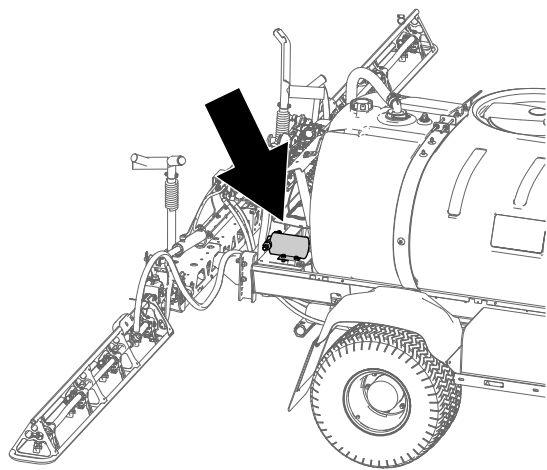

**Figura 24**
1. Aplique sellador de PTFE a las roscas de los 2 acoplamientos dentados rectos (Figura 24).
2. Instale los 2 acoplamientos dentados rectos en los 2 orificios de la bomba del depósito de enjuague (Figura 24).